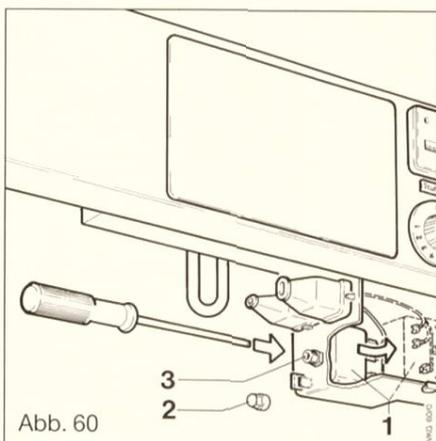

Abb. 60
Siehe Abb. 60.
Kesselvorlauftemperatur um mindestens 30 K absinken lassen. Kunststoffkappe (2) vom STB mittels Werkzeug lösen und Entriegelungsknopf (3), Abb. 60, eindrücken.